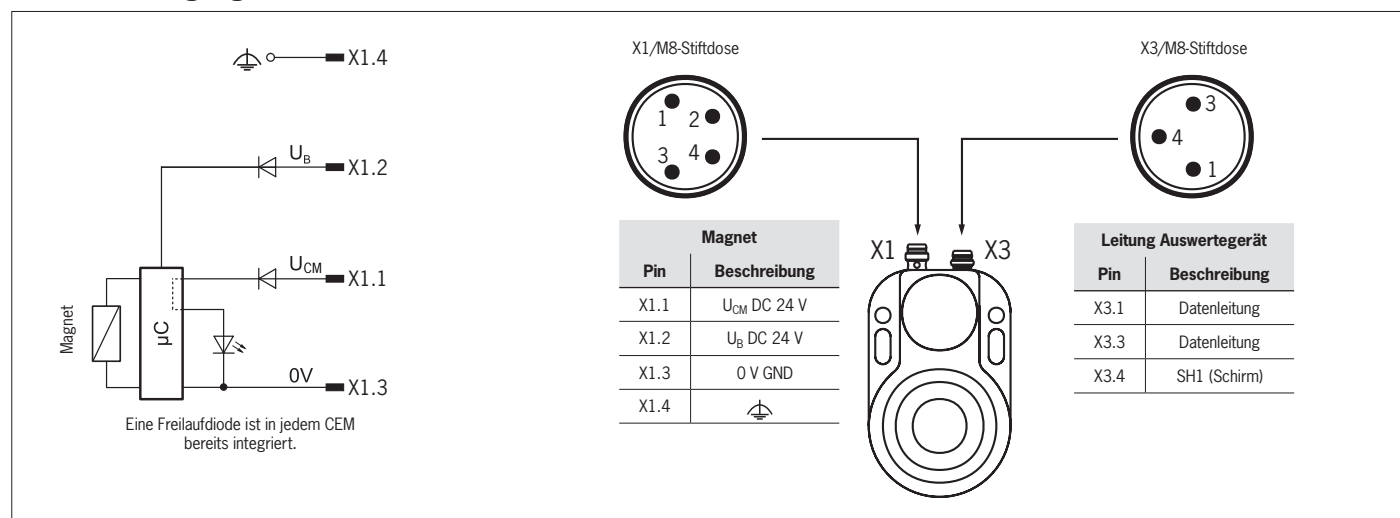

Bild 4: Anschlussbelegung
- ▶ Anschlussbelegung siehe Bild 4.